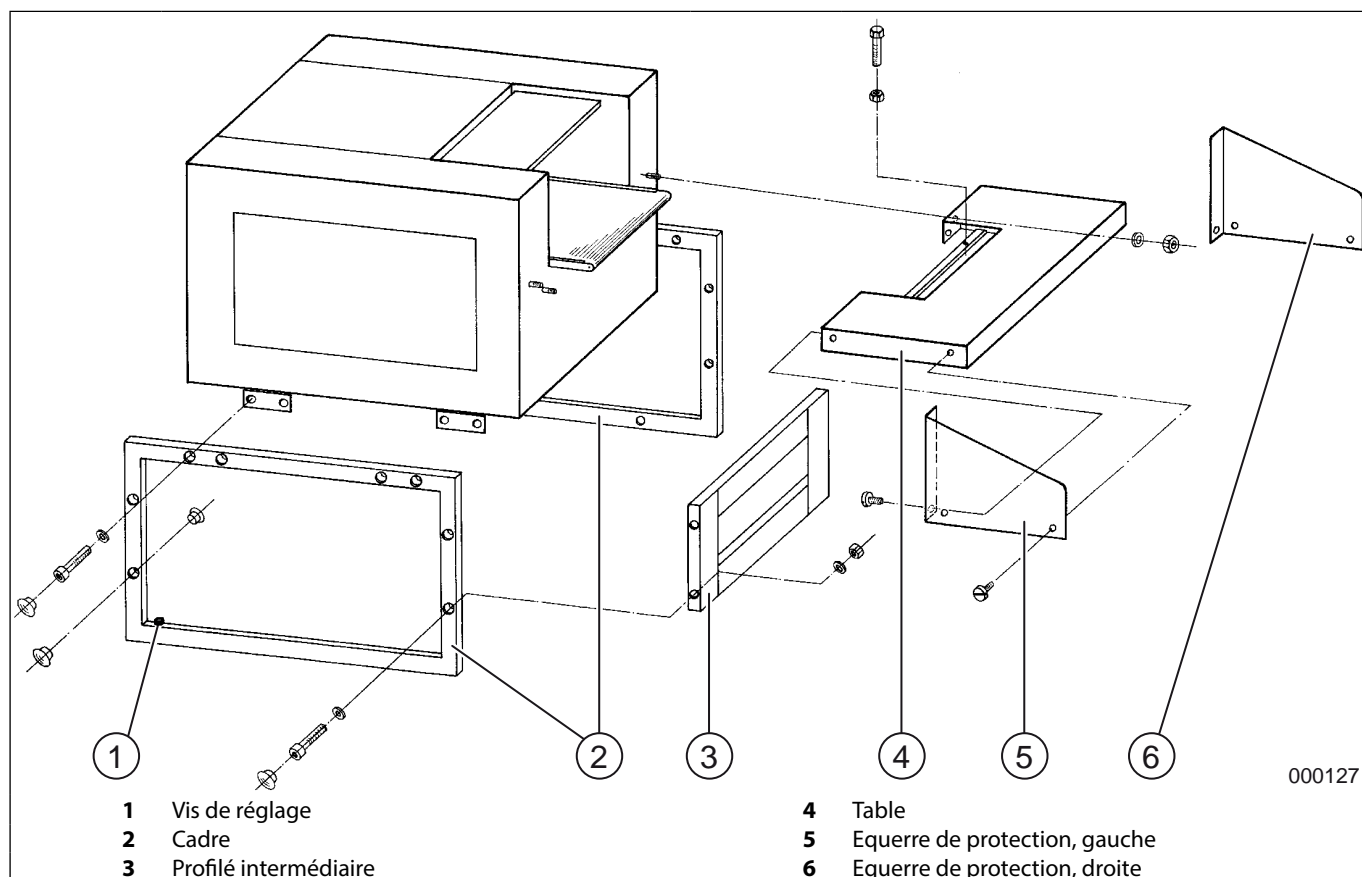

fig. 1 Piétement
1. Sur les deux cadres (fig. 1/3), démonter le profilé intermédiaire (fig. 1/2) à l'aide de la clé spéciale livrée avec l'ensemble.
2. Démonter du coffret principal, les deux cadres (fig. 1/2)
4. Positionner le profilé intermédiaire (fig. 1/3) entre les deux cadres sous la table et la monter sur chacun des cadres à l'aide de 2 vis (M10x20) et de rondelles à ressort.
6. Compenser les déformations du sol à l'aide des vis de réglage (fig. 1/1).
2. Déposer la table (fig. 1/4) sur le tapis de transport (le corps des vis passant au travers des trous de la table), la repousser jusqu'au contact avec la tôle du coffret puis la fixer au coffret à l'aide des écrous et rondelles dévissés auparavant des vis du coffret
Fixer les deux équerres de protection (fig. 1/5+6) à l'aide des 6 vis à tête plate (M6x12) sur les côtés droit et gauche de la table (fig. 1/4).